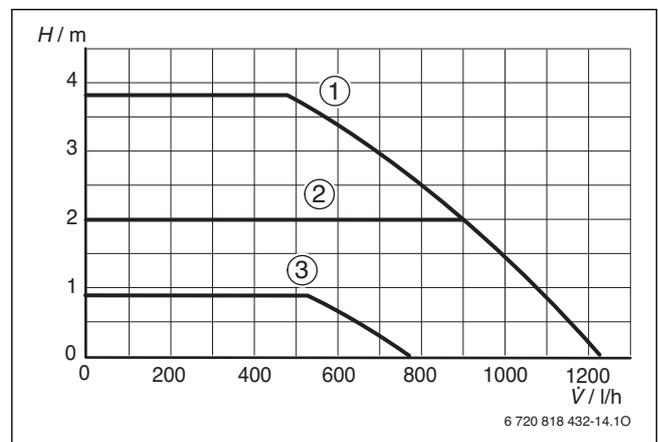

Fig. 41 Pression constante
**Légende pour figures 41 à 43:**